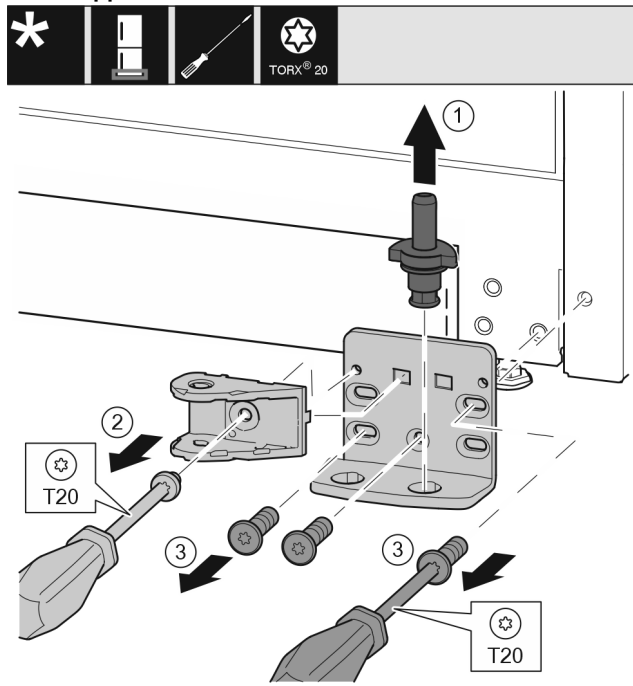

Fig. 34 *
- ▶ Lagerbouten compleet vanaf de bovenkant eruit trekken. Fig. 34 (1)*
- ▶ Schroeven met schroevendraaier T20 eruit draaien en de sluitdemperverbinding eraf halen. Fig. 34 (2)
- ▶ Schroeven met schroevendraaier T20 eruit draaien en de lagerbus eraf halen. Fig. 34 (3)*